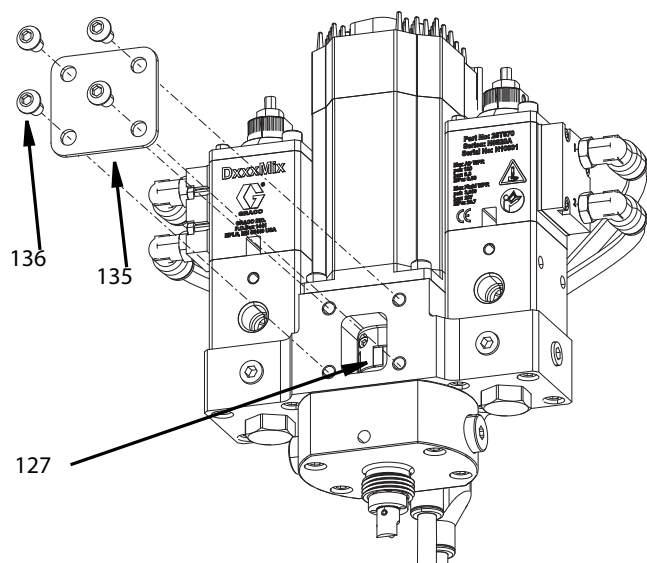
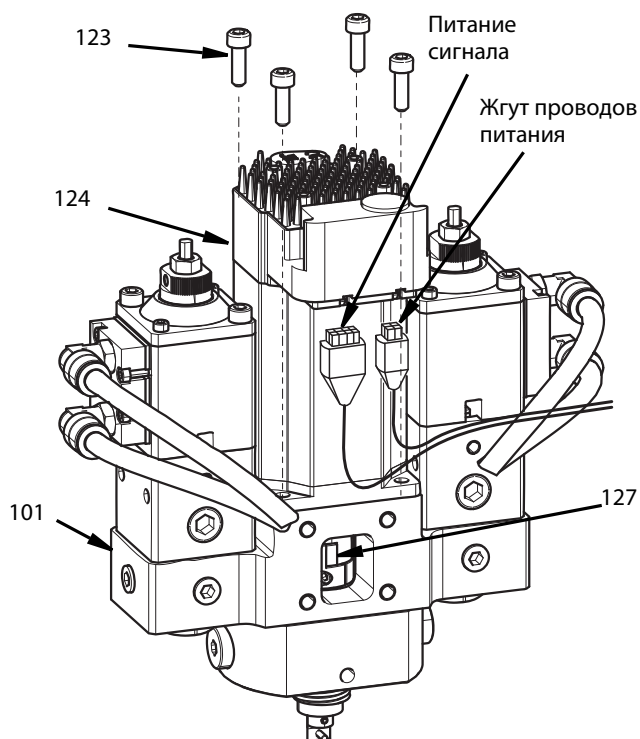

Рис. 31
Рис. 34
2. Удалите крышку соединительной муфты (135), открутив четыре винта М6 (136) с помощью 5 мм шестигранного ключа.
3. Ослабьте зажимной винт, расположенный в нижней части поворотной соединительной муфты (127) с помощью 2,5 мм шестигранного ключа. См. Рис. 31
3. Удалите четыре винта М6, удерживающих крышку соединительной муфты, используя 5 мм шестигранный ключ. См. Рис. 31, стр. 40.
4. Ослабьте зажимной винт М3 на верхней части соединительной муфты (127), используя 2,5 мм шестигранный ключ. **ПРИМЕЧАНИЕ.** Не используйте шестигранный ключ со сферической головкой
5. Открутите четыре винта М5 (123), используя 4 мм шестигранный ключ.
6. Снимите мотор (124). См. Рис. 34.